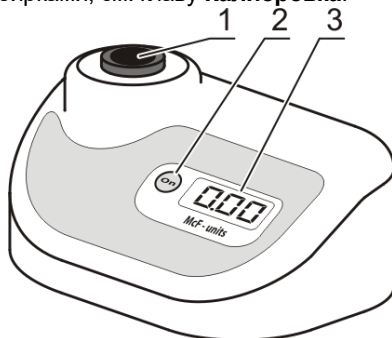

Рисунок 2. Вид спереди
- Проверьте, чтобы адаптер **A-16** был в гнезде прибора (рис. 2/1). Прибор откалиброван для работы со стеклянными пробирками диаметром 16 мм. Откалибруйте прибор для работы с другими пробирками, см. главу **Калибровка**.
Примечание. Дисплей **DEN-1B** отключается, если в гнезде прибора нет пробирки дольше одной минуты. Нажмите кнопку **On** (рис. 2/2) для включения.
5.3. На дисплее (рис. 2/3) может отображаться:
6.6.2. **Прозрачный стандарт.** На дисплее появится индикация $\square.\square\square$. Вставьте в гнездо (рис. 2/1) стандарт для значения **0.00**. Если такой стандарт недоступен, наполните пробирку, используемую для обычных измерений, дистиллированной водой. Используйте пробирку как стандарт **0.00**. Нажмите кнопку **Install** для сохранения значения прозрачного стандарта. Экран покажет следующее требуемое значение калибровки.
6.7. **Общие правила калибровки.** На дисплее появится индикация соответствующего значения калибровки. Вставьте в гнездо (рис. 2/1) стандарт для этого значения и нажмите кнопку **Install** для сохранения значения данного стандарта.